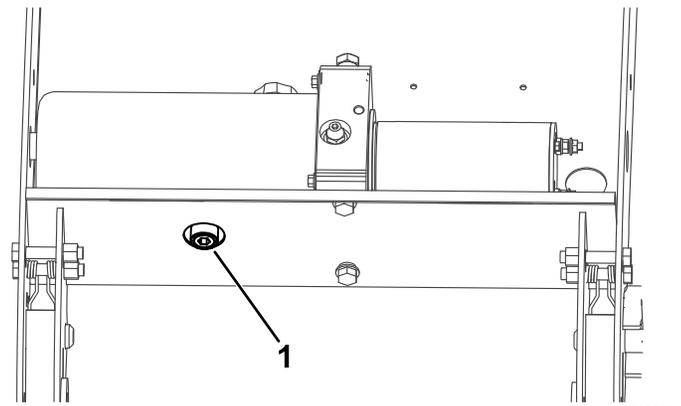

Figure 31
5. Nettoyez la surface autour du bouchon de vidange (Figure 31).